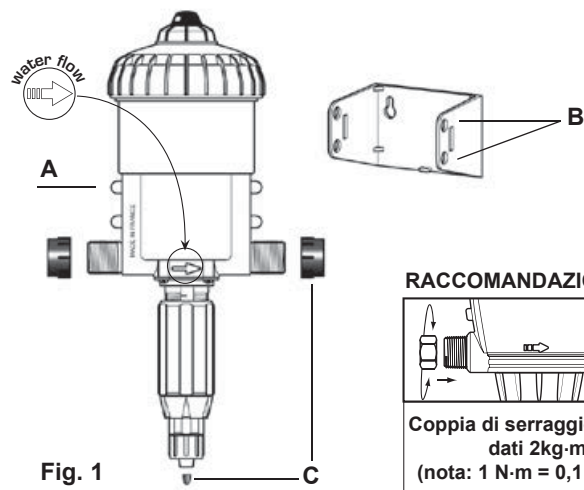

Fig. 1
- un tubo di aspirazione con succhieruola. Il supporto serve al fissaggio murale del DOSATRON. Inserire il DOSATRON nel supporto spostando leggermente i bracci del supporto per incastrare i 4 naselli del corpo principale (Fig. 1-A) negli orifici corrispondenti del supporto (Fig. 1-B).
Rimuovere i tappi di protezione (Fig. 1/2-C) che ostruiscono gli orifici del suo DOSATRON prima di collegarlo alla rete d'acqua.